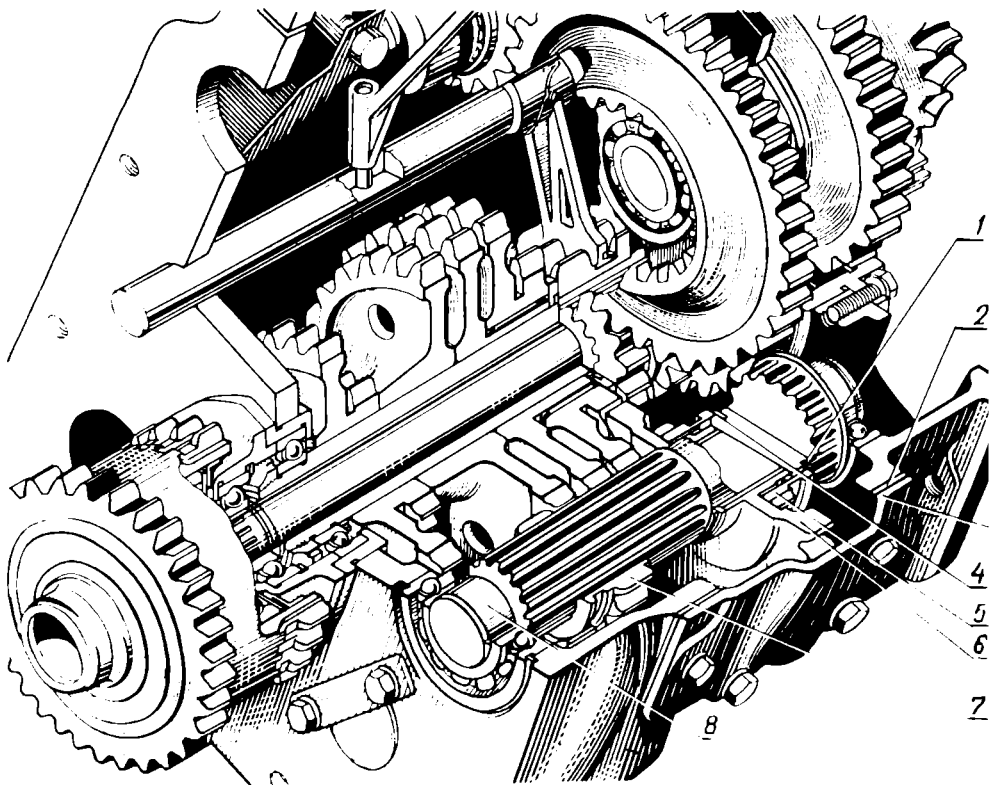

Рис. 40. Место установки гидроходуменьшителя (КПП):
5. Освободите шестерню 5 (рис. 40), переместив пружинное кольцо 4 назад до упора в бурт вала 8.